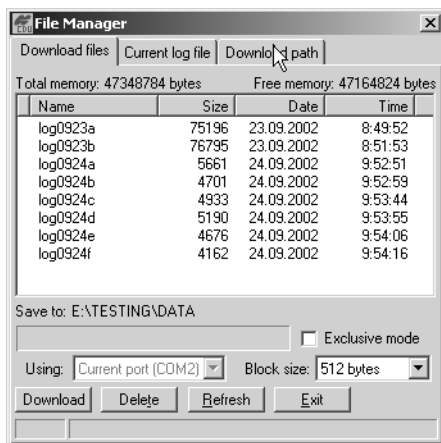

Figura 4-4. Ubicar Archivos para Descargar
- Haga clic en la pestaña **Download path (Ruta de descarga)** en el cuadro de diálogo File Manager (Administrador de Archivos) (Figura 4-4).